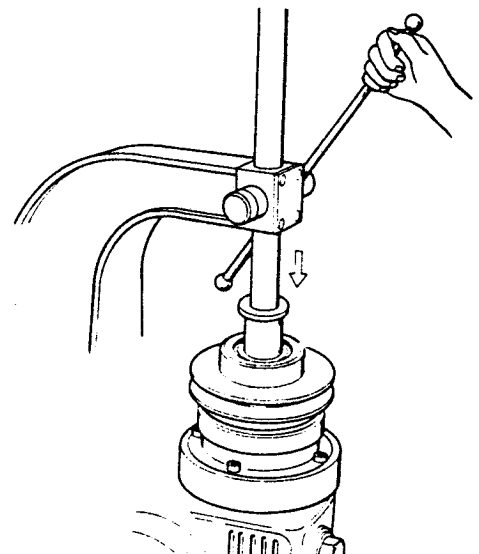

図 8
(5) 調整が終わったら、Vブリー⑬を軸にそり入します。このとき、ベアリング⑮の内輪に均等に力が加わるように、パイプ材等を当てて押し込んで下さい。(図8)
(6) ベアリング⑮がカラー⑭に当たるまで押し込んだら、空隙aをチェックして下さい。
(7) 空隙が表3の規定値を満たしていることを確認し、軸押さえ板⑯を六角穴付きボルト⑰で締め込み、Vブリーを固定して下さい。